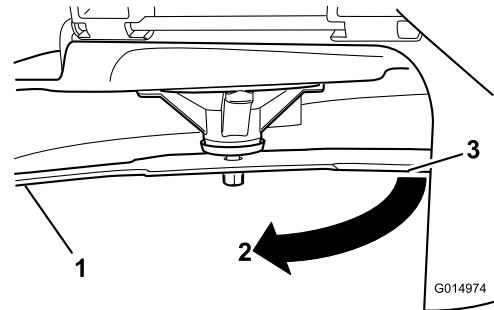

Figura 48
4. Gire la misma cuchilla 180 grados de manera que el otro extremo esté en la misma posición (Figura 48).